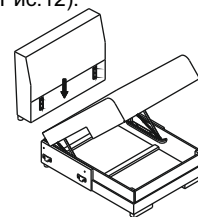

Рис. 9
- предварительно подняв сиденье секции с подъемным элементом, установите спинку секции с подъемным элементом (Рис.9)